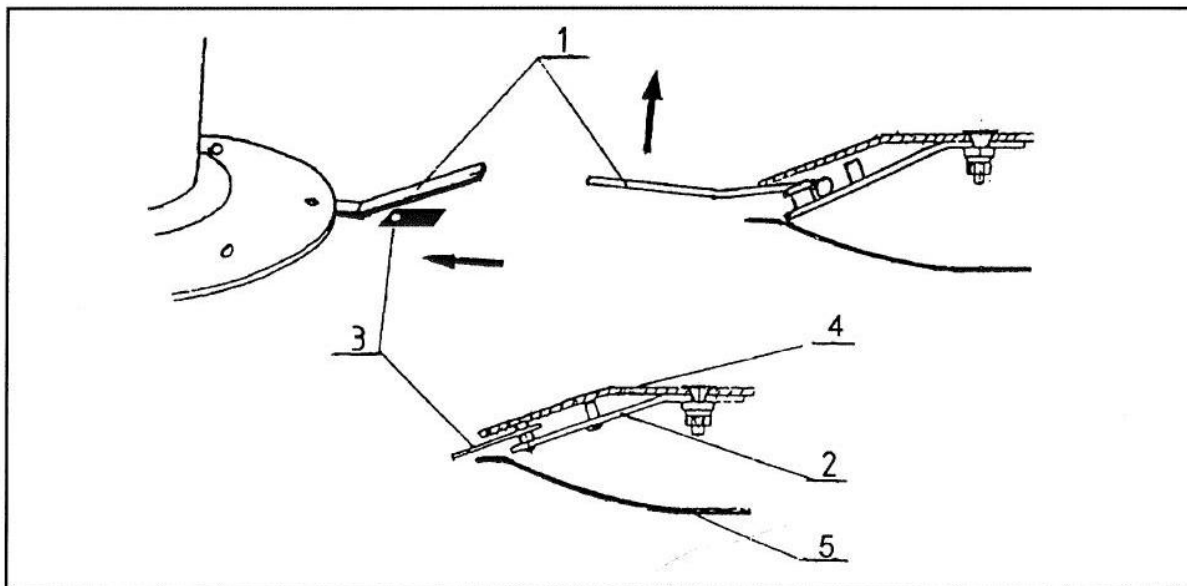

Abb.13 Anbauanleitung für die Messer
10.1 Austausch der Messer (Abb.13)
Zum Anbau (Abbau) der Messer (Abb. 13) wie folgt vorgehen: